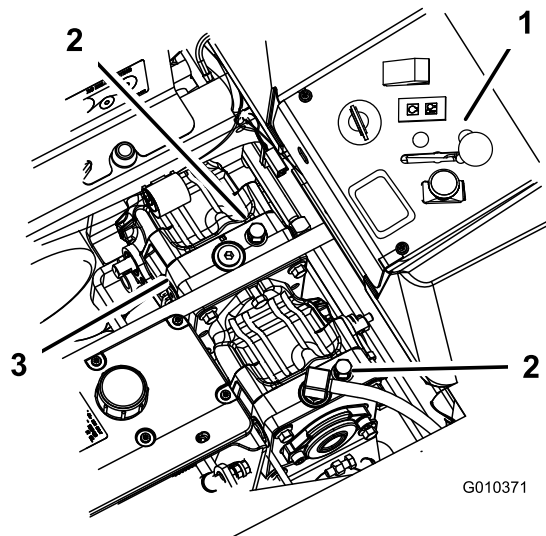

Figura 41
3. Rode as válvulas de derivação no sentido contrário aos ponteiros do relógio 1 volta para empurrar (Figura 41).
Rode as válvulas de derivação no sentido dos ponteiros do relógio 1 volta para operar a máquina (Figura 41).